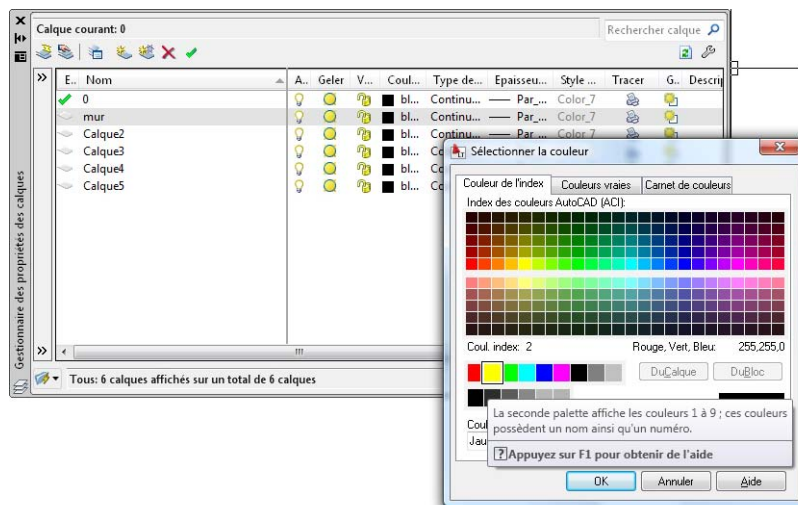
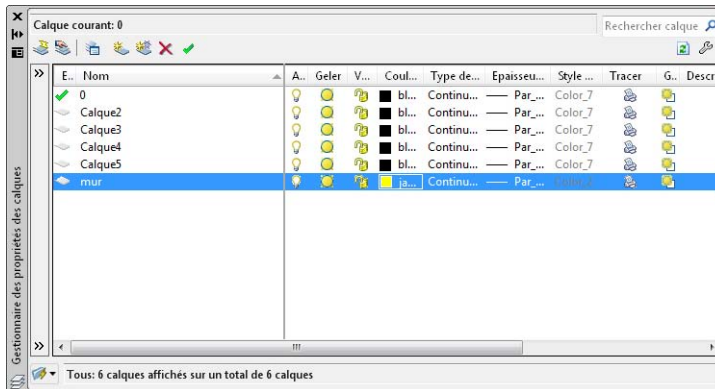

Figure 4.37
Figure 4.38
5. Associez une couleur au calque en cliquant sur le symbole carré de couleur (voir Figure 4.37). Ici, nous attribuons au calque « mur » la couleur jaune (voir Figure 4.38).